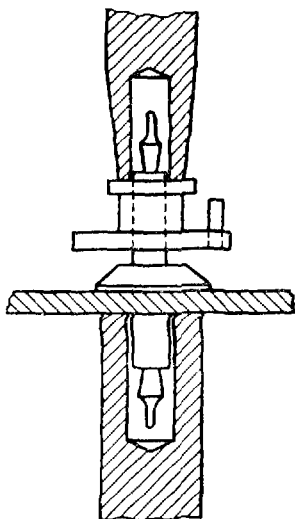

Рис. 164. Насадка подвійної рольки.
10. Насадка подвійної рольки за допомогою двох пуансонів показана на рис. 164.